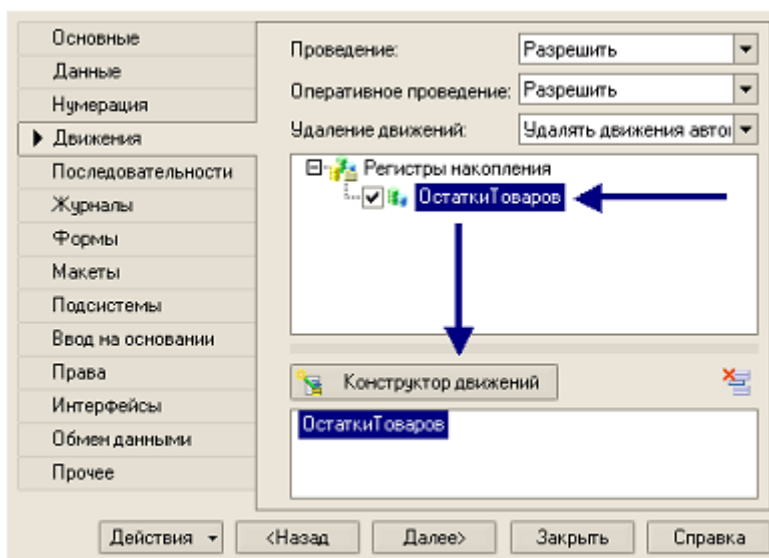

Рис. 51
2. Перейдите на закладку **Движения** и в списке регистров конфигурации отметим регистр накопления **Остатки Товаров** (Рис. 51).